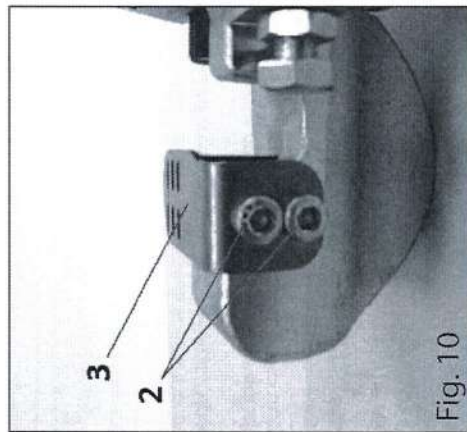

Fig. 10
- svitare le due viti di serraggio (rif. 2 in fig. 10);
- Rimuovere la protezione (rif. 3 in fig. 10);